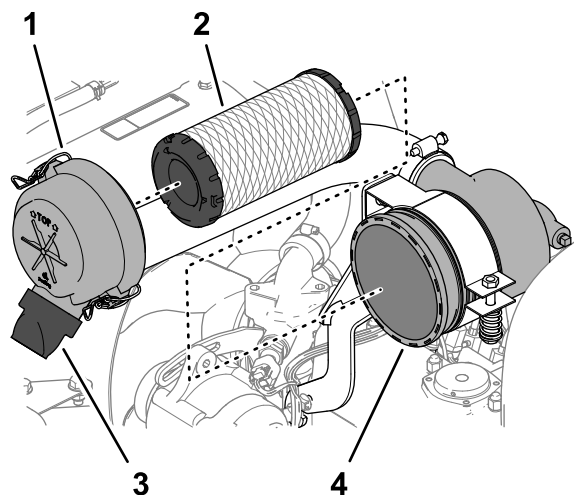

Figura 76
3. Eliberați elementele care fixează capacul filtrului de aer pe corpul acestuia (Figura 76).
6. Îndepărtați elementul de filtrare (Figura 76).
7. Îndepărtați valva de evacuare din cauciuc (Figura 76) de la orificiu pentru eliminarea murdăriei de pe capacul filtrului de aer.